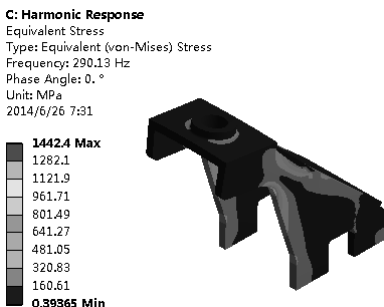

图 6-67 应力云图
8) 应力云图。在【Outline (分析树)】中选择【Solution (B6)】节点，单击其下的【Equivalent Stress】项，在图形窗口显示出应力云图，如图 6-67 所示。